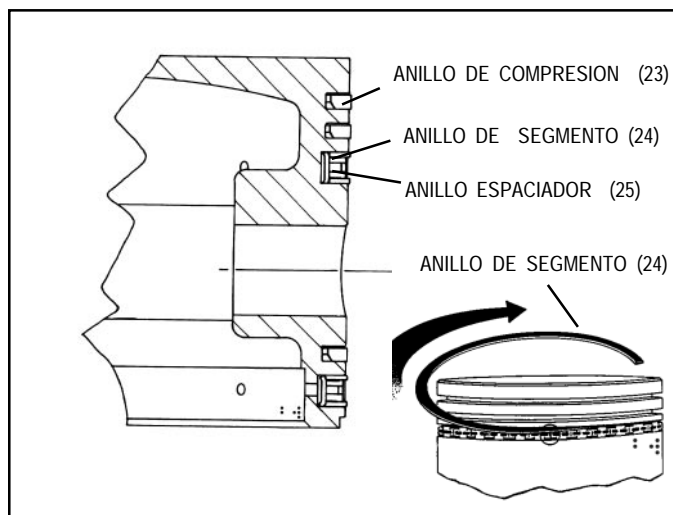

FIGURA 14 - PISTON Y ANILLOS
2. Instale los anillos de compresión (23) en las ranuras apropiadas con el biselado o marca "pip" (si la hay) hacia la parte superior del pistón. (Remítase a la Figura 14.)
Revise la tolerancia lateral de cada anillo en la ranura del anillo en el pistón. (Remítase a la Figura 14.) Si la tolerancia lateral es muy grande, la ranura del anillo del pistón está con un desgaste fuera de especificación y el pistón debe ser reemplazado.